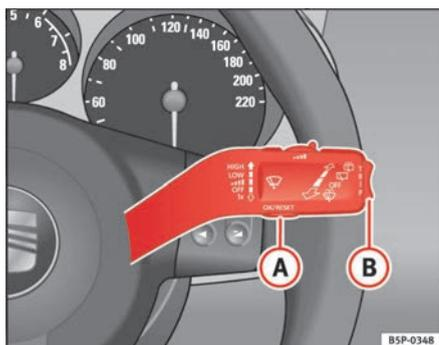

Fig. 39 Alavanca do limpa/lava-vidros: botão A e botão basculante B
Quando se aproxima o prazo para mandar realizar um serviço, aparece um **pré-aviso de serviço**. É visualizado um símbolo de uma «chave de fendas» e a indicação «km» com a quilometragem que falta até ao próximo serviço a realizar. Ao fim de 10 segundos a indicação é comutada. É visualizado um «símbolo do relógio» e o número de dias até à realização do próximo serviço. É apresentada a seguinte mensagem informativa no visor* do painel de instrumentos: **SERV. EM ... KM OU ... DIAS**. Cerca de 20 segundos depois de se ligar a ignição ou com o motor a trabalhar, apaga-se o indicador do serviço. Premindo o botão de retorno a zero do conta-quilómetros parcial ou premindo o interruptor basculante do MFA ⇒ página 63, fig. 39 ⑧, pode-se regressar ao indicador normal.
- Para mudar de uma memória para a outra, premir brevemente o botão ⇒ fig. 39 **A** na alavanca do limpa-vidros, com a ignição ligada.